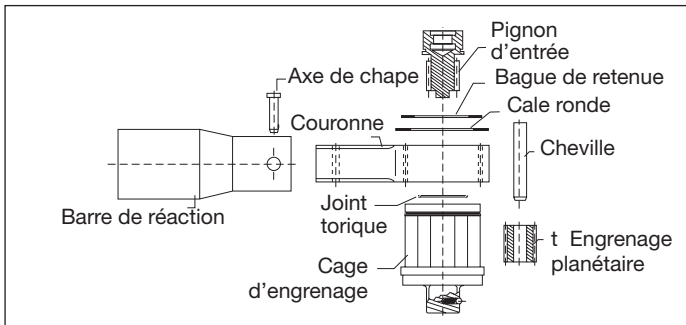

Fig. 4
1. Enlever la bague de retenue et les cales rondes (figure 4) du côté de l'entrée du boîtier du multiplicateur de couple.
3. Effectuer un mouvement de torsion et tirer pour enlever le pignon d'entrée du carter d'engrenage. Utiliser une presse à mandriner pour enlever les chevilles des engrenages planétaires (figure 4).